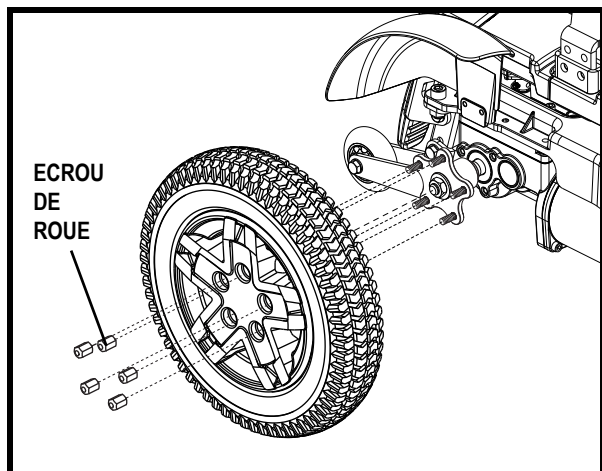

Figure 24. Roue motrice Partner
4. Retirez les écrous de roue du moyeu.. Voir la figure 24.